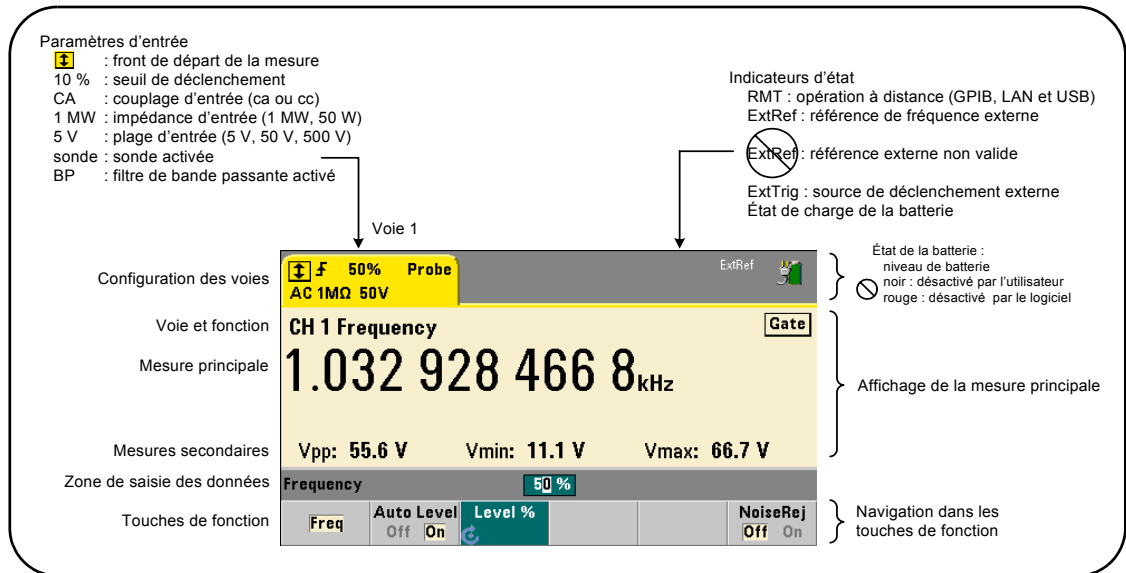

Figure 1-2. Écran du compteur 53210A
La Figure 1-2 présente la disposition de l'écran du 53210A.
**Utilisation de la batterie** La présence et l'état (activé ou désactivé) de la batterie sont indiqués par un icône de batterie située dans l'angle supérieur droit de l'écran (Figure 1-2). À distance, vous pouvez interroger l'appareil pour déterminer s'il fonctionne sur secteur ou sur batterie, à l'aide de la commande :